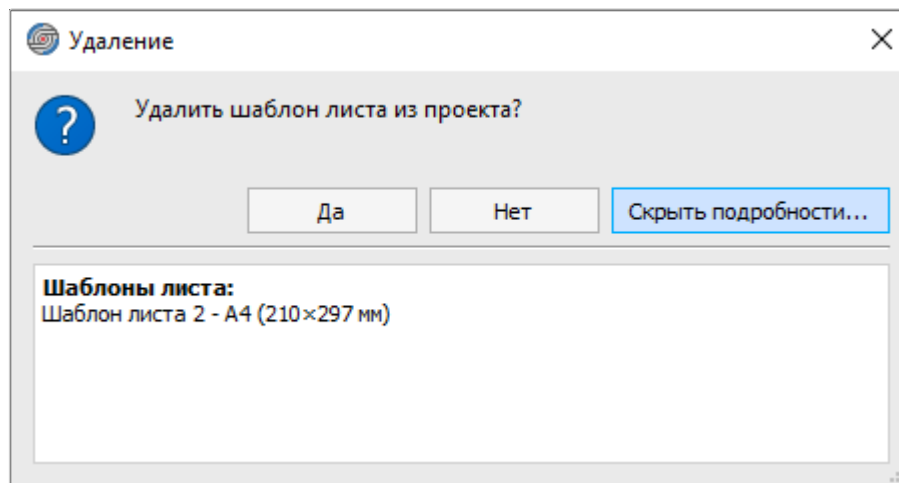

Рисунок 148. Диалоговое окно «Удаление элемента из проекта»
- 2) В открывшемся диалоговом окне «Удаление» (см. рисунок 148) нажать на кнопку «Да».